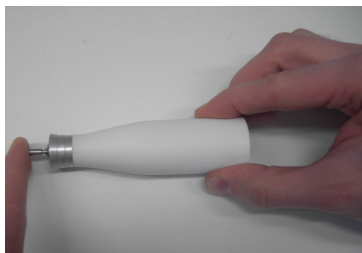

рис. 4
2. Выдвиньте внутренние детали из ручки. Выполните сухую очистку проточных каналов с помощью щетки. После этого снова установите внутренние детали (рис. 4 – 6).